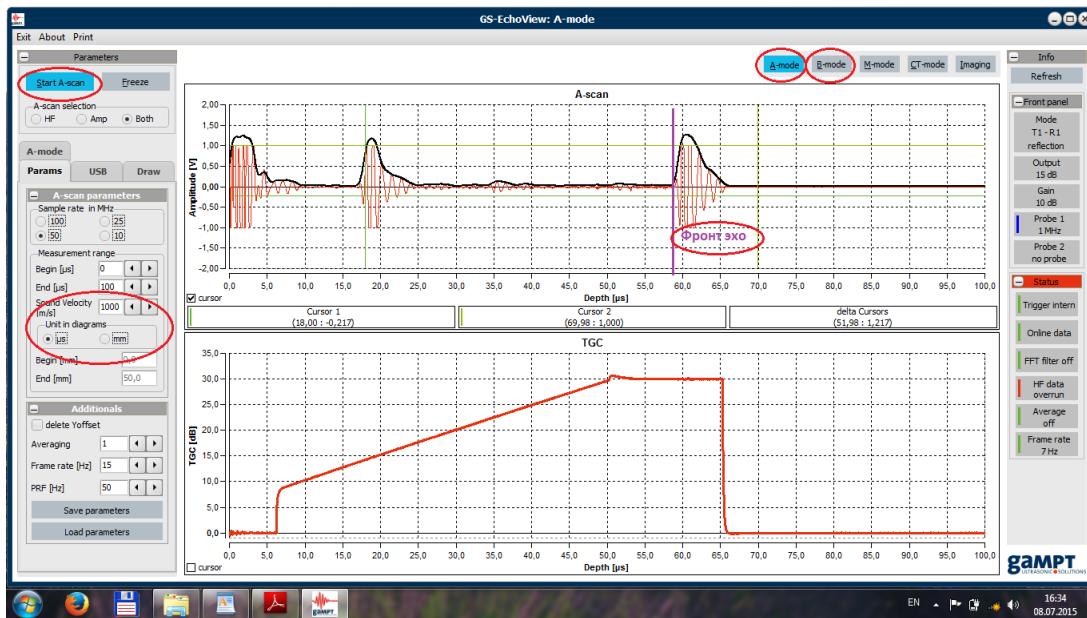

Рисунок 5. Главное окно программы GS-Echoview.
- в окне «A-mode» (см. рисунок 5) во вкладке «params» выставить «begin» – 0 и «end» – 100;
- с помощью курсора мыши определить время появления эха от обратной стороны блока по началу появления эха (данное эхо не исчезает при перемещении датчика. В случае измерения по размеру блока  $L_1$  - первое эхо, которое не исчезает при перемещении датчика.) (см. рисунок 5).